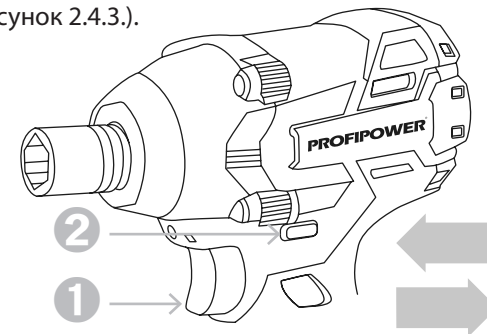

Рисунок 2.4.3. Установка направления вращения
**ВНИМАНИЕ!** Пользуйтесь переключателем «2» (рисунок 2.4.3.) только после полной остановки инструмента, чтобы избежать его повреждения. Направления вращения патрона можно изменять с помощью переключателя «2», при отпущенной клавише выключателя «1». Для вращения вправо (для закручивания винтов) прижмите переключатель направления вращения «2» влево до упора (рисунок 2.4.3.). Для вращения влево (для ослабления и выворачивания винтов или отвинчивания гаек) прижмите переключатель направления вращения «2» вправо до упора (рисунок 2.4.3.).